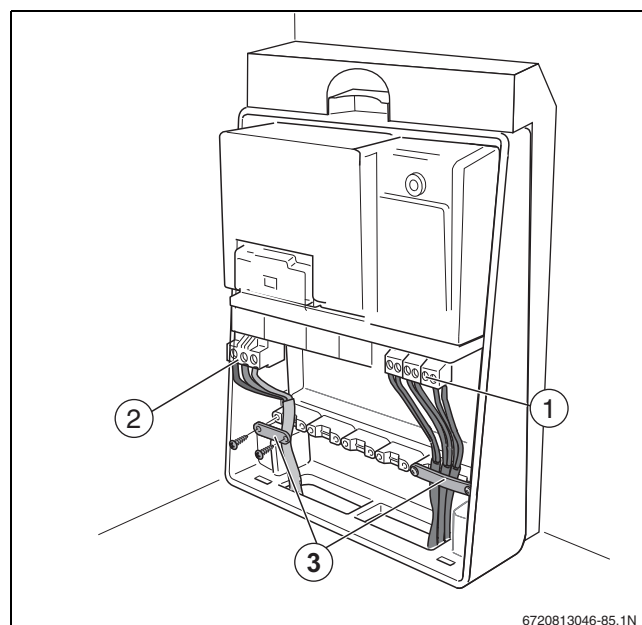

Bild 36 Kabelschelle montieren
- 230 V AC Netzkabelanschluss des ersten Moduls für das zweite Modul verwenden. Hierzu das mit dem Modul mitgelieferte Kabel verwenden (→ Bild 36, [2]).